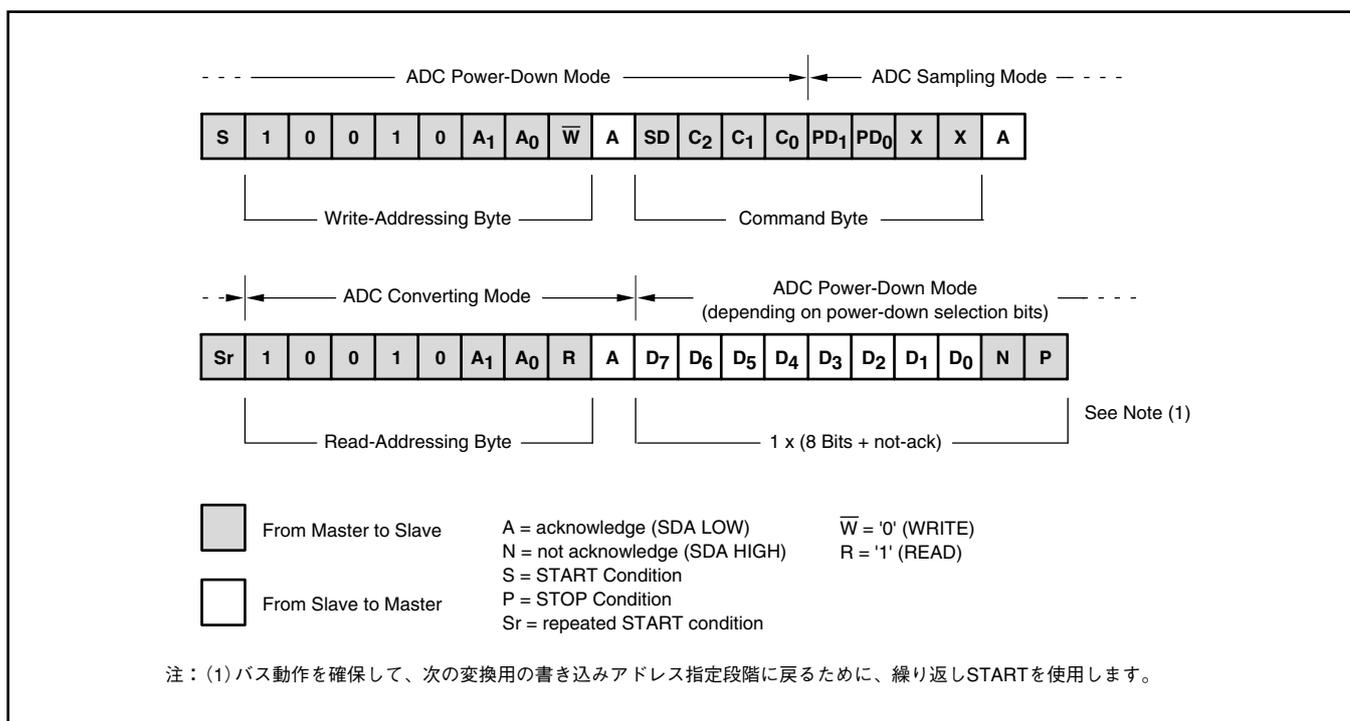
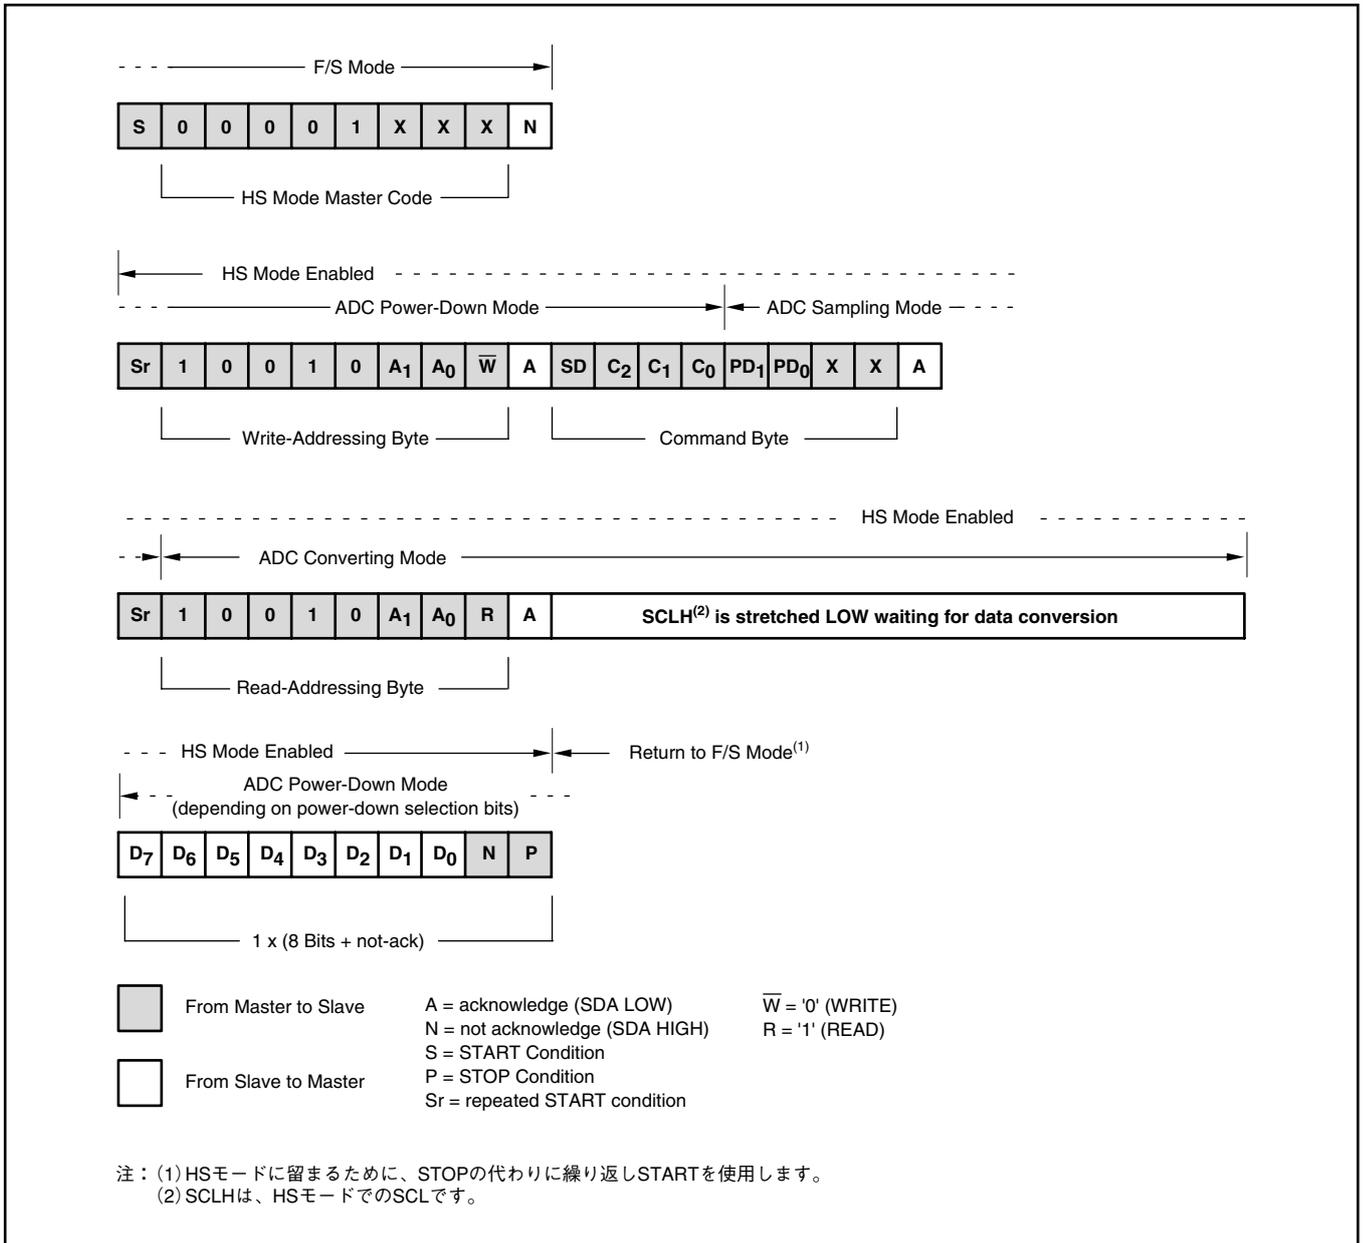

図3. F/Sモードでの標準的な読み出しシーケンス
図4. HSモードでの標準的な読み出しシーケンス
図3に、ファーストまたスタンダード (F/S) モードにおける、マスタとスレーブADS7830とのやり取りを示しています。変換データの読み出しの最後に、マスタからADS7830に繰り返しのSTART条件を発行することで、以降のADコンバータの変換に対してバス動作を確保できます。これは、連続変換を実行するための最も効率的な方法です。
HSモードでの標準的な読み出しシーケンスについては、図4を参照してください。読み出しシーケンスには、F/SモードからHSモードへのシフトが含まれます。変換の読み出し後にはHSモードに留まるのが望ましいかもしれません。そのためには、読み出しシーケンスの最後に、STOPの代わりに繰り返しのSTARTを発行します。これは、STOPを発行するとADS7830がF/Sモードに戻るためです。
- 1) 内部リファレンスを使用するには、シーケンスで発行される各サンプル変換に対して、コマンド・バイトのPD1ビットを常に '1' に設定しておく必要があります(図3を参照)。
外部リファレンスを使用している場合は、PD1を'0'に設定し、外部リファレンスを安定化させる必要があります。その後、図3または図4の標準的なシーケンスを使用できます。